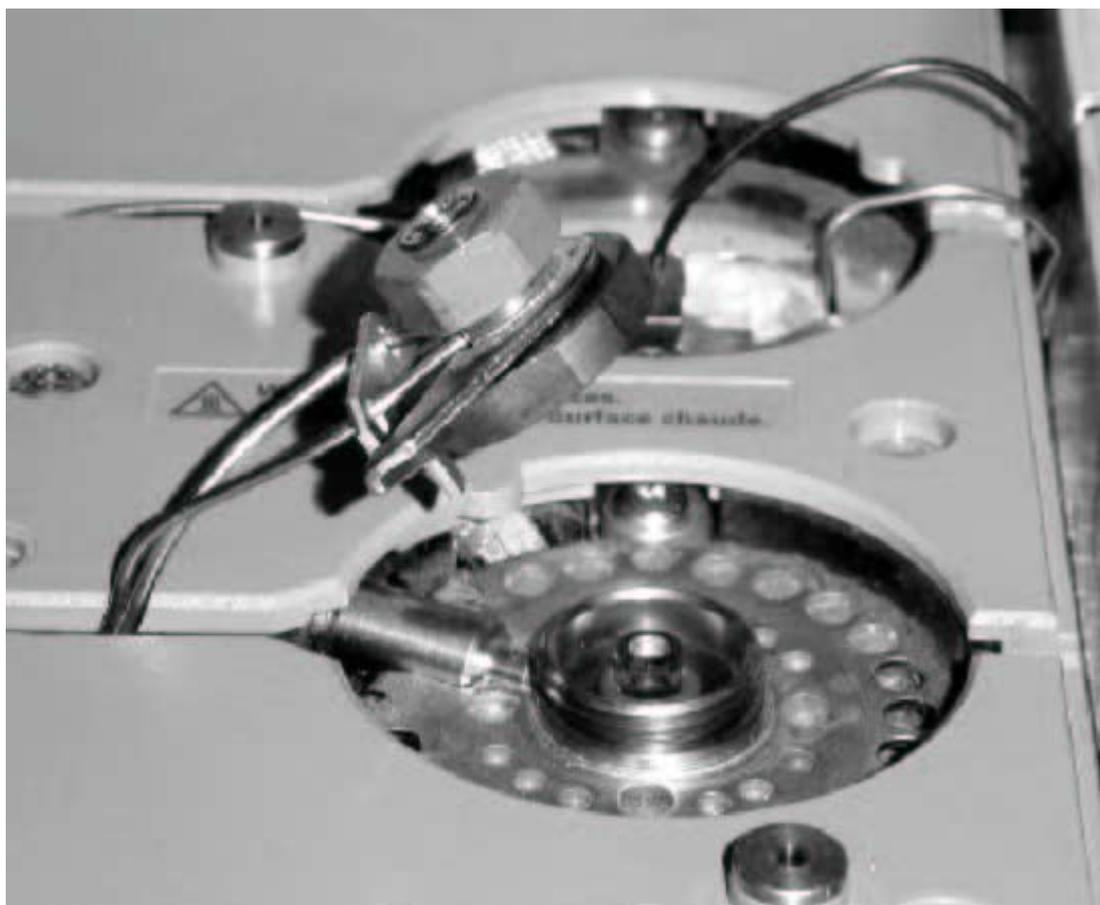

図1 注入口ナットをはずしたところ
- 4 図1に示されるように、注入口ナットを外してください。また、青い注入口カバーを外すと